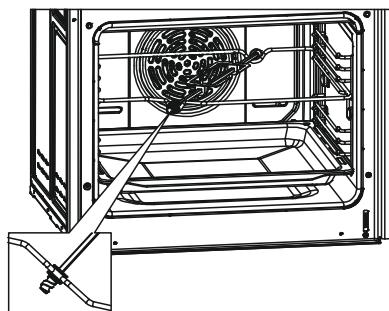

Рис. 6
4. Вставьте вертел в отверстие в стене рабочей камеры печи. Поместите вертел с продуктами в корпус роторного двигателя камеры печи (рисунок 6). Оба конца вертала расположите на кронштейне.